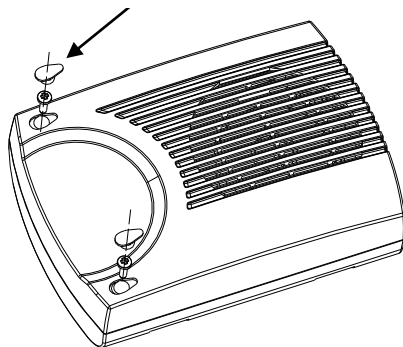

Fig. 2
- 2) Utilizzare una delle predisposizioni "A" per il passaggio cavi evidenziate in "Fig. 2" sfondando la parete. Se necessario rimuovere la scheda elettronica agendo sui due gancetti "B". Sono anche disponibili delle predisposizioni per ingresso cavi da canalina sui lati del contenitore (Fig.2-A).
- 3) Fissare il fondo della sirena utilizzando i fori "C" in caso di fissaggio a parete o i fori "D" in caso di fissaggio su scatola da incasso (Fig. 2).
- 2) Utilize one of the planned cable entry holes “A”. If necessary release the electronic board from the ledge “B” and remove it. There are other pre-fractured holes on three side of the box for cable trunking / rigid pipe (Fig. 2-A).
- 3) Fix the bottom of the siren utilizing “C” holes in case of wall mounting, or “D” holes in case of 3 modules box (Fig. 2).